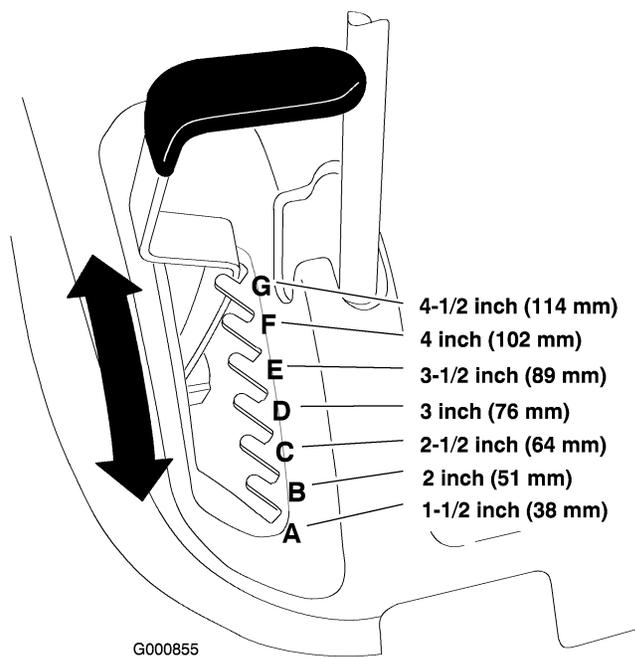

Figure 12
1. Relevez le levier de sélection de hauteur de coupe en position de transport (qui correspond aussi à la hauteur de coupe de 114 mm (4-1/2 pouces)) (Figure 12).
2. Pour régler la hauteur de coupe, tirez sur le levier de hauteur de coupe et sélectionnez la position souhaitée (Figure 12).